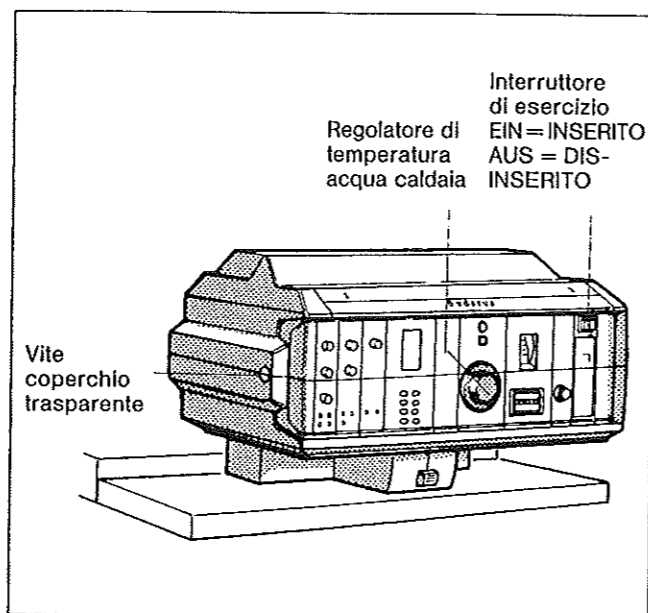
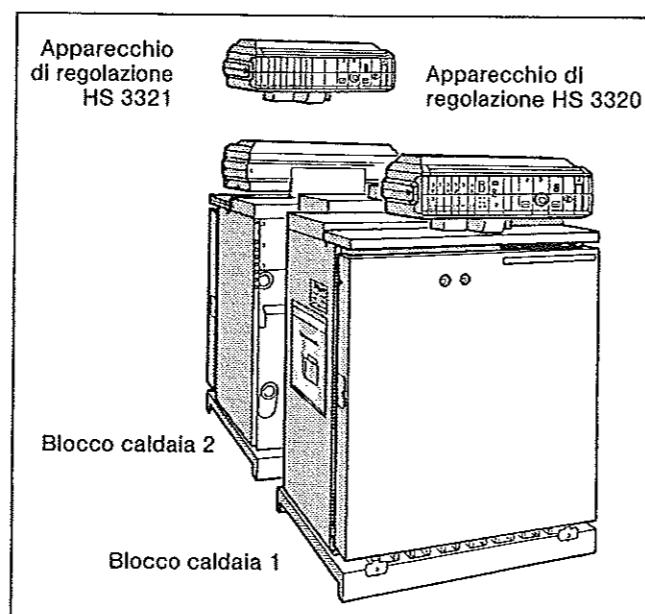

Fig. 4: Apparecchio di regolazione G_224 L
Fig. 5: GE 324 LDZ*
- Portare il taglio della vite per il fissaggio del coperchio trasparente dell'apparecchio di regolazione (Fig. 4) in posizione orizzontale servendosi per esempio di una monetina. In caso di caldaie bicorpo si provveda nella stessa maniera per tutti e due gli apparecchi di regolazione. Estrarre il coperchio trasparente dalla parte anteriore.
- Porre l'interruttore di esercizio (Fig. 4) in posizione I (EIN=INSERITO). In caso di caldaie bicorpo si provveda nella stessa maniera per tutti e due i regolatori.
Tarare il regolatore di temperatura acqua di caldaia (Fig. 4) alla temperatura desiderata. Per le regolazioni „Ecomatic“ posizionare il regolatore su „AUT“.
Tarare il regolatore di temperatura acqua di caldaia (Fig. 4) del blocco caldaia 2, identificabile nell'apparecchio di regolazione HS 3321 (Fig. 5), alla temperatura massima. Tarare il regolatore di temperatura acqua di caldaia (Fig. 5) del blocco caldaia 1, identificabile nell'apparecchio di regolazione HS 3320 (Fig. 5), su „AUT“.
Tarare il regolatore di temperatura acqua di caldaia (Fig. 4) di entrambi gli apparecchi di regolazione alla temperatura massima.
Tarare il regolatore di temperatura acqua di caldaia (Fig. 4) di un blocco caldaia alla temperatura desiderata. In questo modo viene ad essere definito il blocco caldaia 1. Il regolatore di temperatura dell'altro blocco caldaia (blocco caldaia 2) va regolato circa 5 K sotto il valore scelto per il blocco caldaia 1.